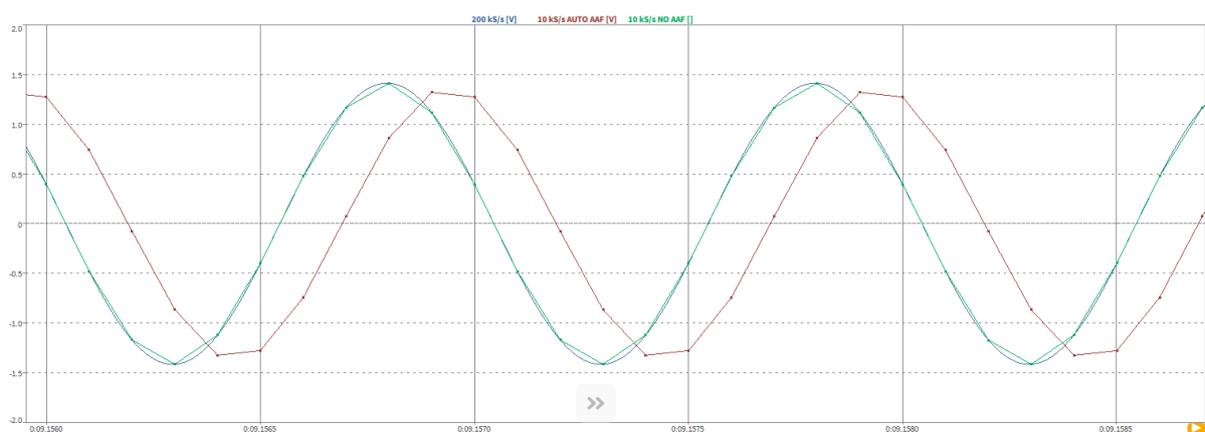

Abb. 7.36: Channel-wise sample rate reduction with example signals
Abb. 7.36 zeigt verschiedene Signale mit verschiedenen Abtastraten und Filtereinstellungen. Die einzelnen Signale haben folgende Einstellungen:
- Eine Tabelle kann auch aus einer anderen Quelle, wie z.B. Excel kopiert und durch **Strg+V** oder dem *Einfügen* Button eingefügt werden. Gleichmaßen kann die Tabelle von OXYGEN durch **Strg+C** oder dem *Kopieren* Button kopiert und in z.B. Excel eingefügt werden (siehe Abb. 7.36).